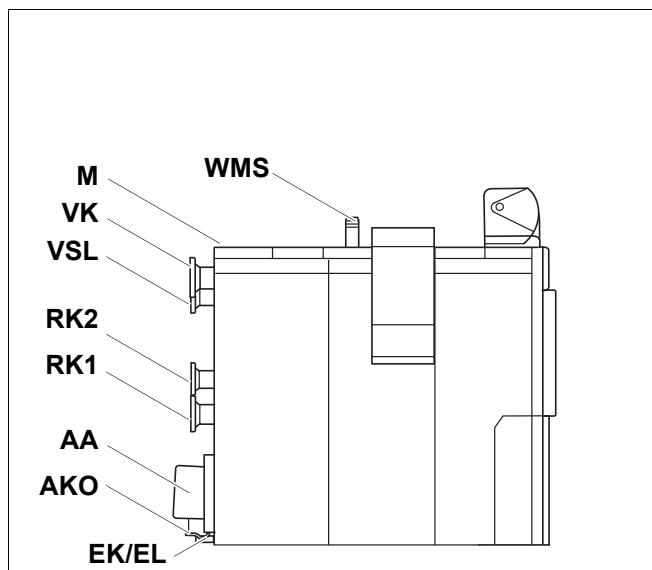

Рис. 4 Звукопоглощающая подставка
- Заверните сверху предохранительное устройство контроля количества воды (рис. 4).
Экспликация к рис. 4